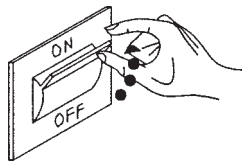

Fig. 4.1
- posizionare l'interruttore generale dell'impianto su "acceso" (fig. 4.1)